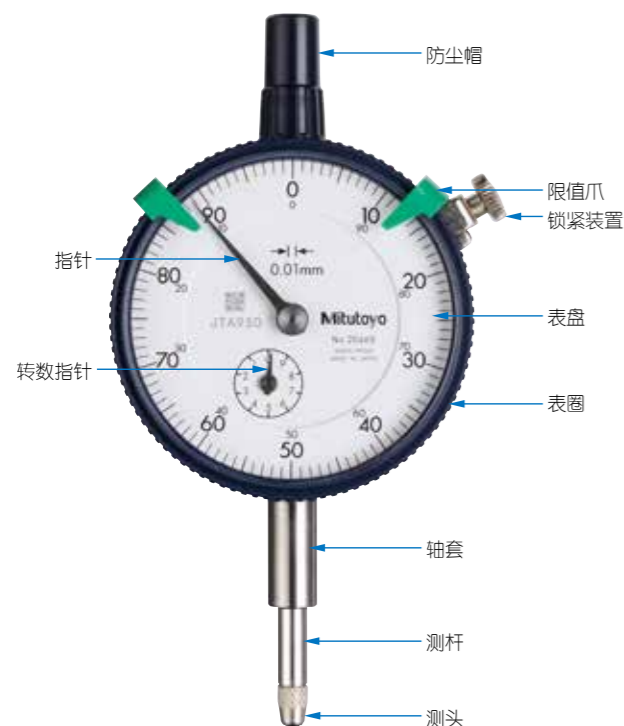

图4
3. 固定耳的安装方法：使测杆与测量面呈直角固定。(图4)此外，调节测杆动作的提升杆和释放器，我公司均有销售。
1. 请勿剧烈摇晃测杆或向其施加横向的力，否则会影响动作和精度。(图4)